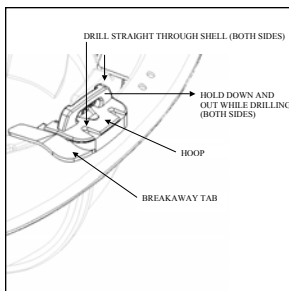

Figure 1
5. Drill mounting holes for the impact cap assembly using the hoop and the breakaway tabs mounting holes as a guide. Drill the holes straight through the shell. DO NOT angle the holes with the brim. See Figure 1.
5. Percer les trous de montage pour l'ensemble coque anti-chocs ; utiliser l'arceau et les trous de montage des pattes de dégagement comme guides. Percer les trous dans la coquille. NE PAS percer les trous en angle par rapport au rebord. Voir la figure 1.